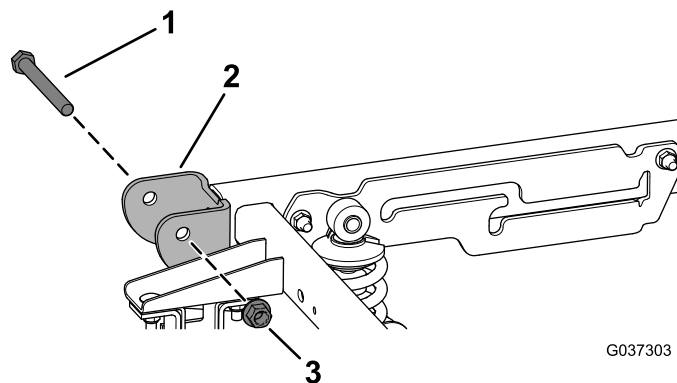

图 4
5. 从机器后部的枢轴支架拧下 2 个枢轴螺栓 $1/2 \times 4 1/2$ 英寸和 2 个锁紧螺母 $1/2$ 英寸 图 4。